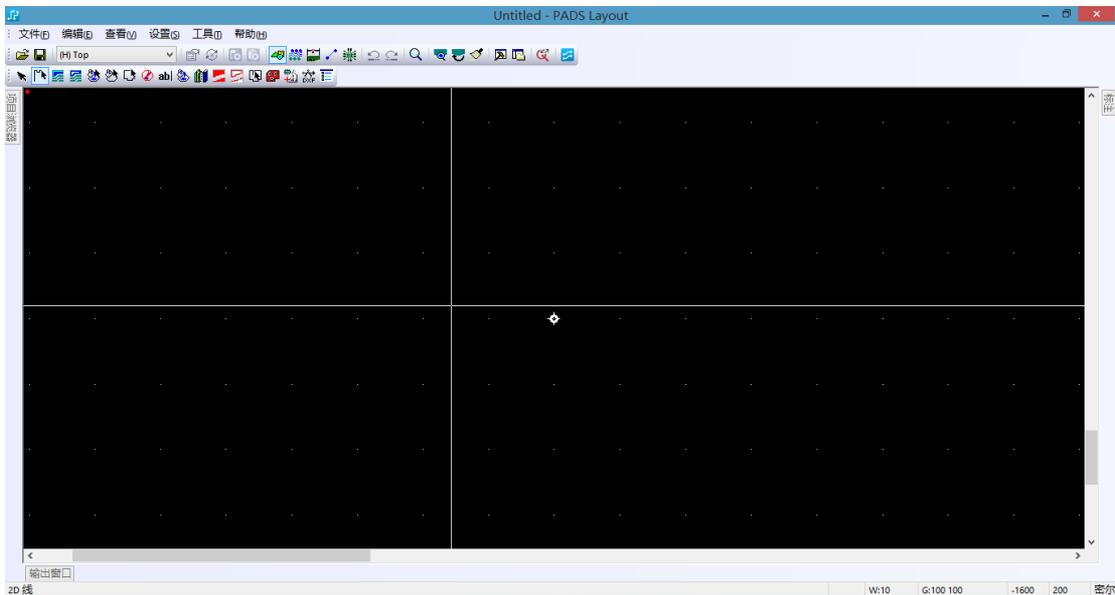

图 8-13 开始绘制矩形
- (4) 选择“矩形”命令和“自动倒角”命令。
(5) 在空白处单击鼠标左键，开始绘制矩形，如图 8-13 所示。